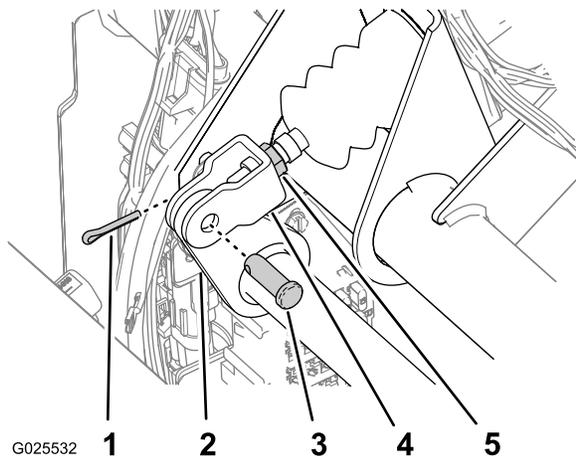

Figura 76
2. Rimuovete la coppiglia e il perno che fissano la forcella del cilindro principale al perno del pedale del freno (**Figura 76**).
5. Regolate la forcella fino a quando i suoi fori non sono allineati al foro sul perno del pedale del freno (**Figura 76**).
6. Fissate la forcella al perno del pedale per mezzo del perno e della coppiglia (**Figura 76**).
7. Serrate il controdado per fissare la forcella all'albero del cilindro principale (**Figura 76**).
4. Allentate i controdadi che fissano la forcella all'albero del cilindro principale (**Figura 76**).